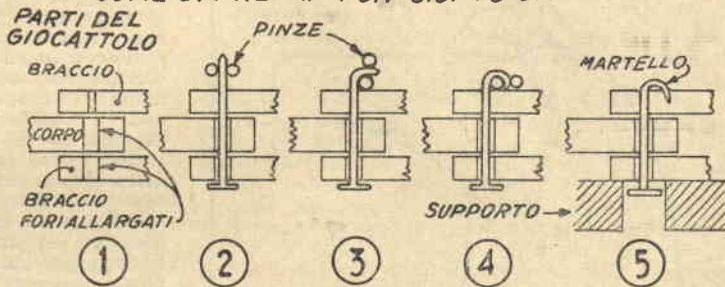

FIG. 2
I pattini — Questi sono di 65x24x2. Segateli e tagliate la linguetta di 0,5x0,5 lungo il bordo superiore di ognuno (fig. 2). Quindi serrateli insieme nella morsa e tagliate contemporaneamente in ambedue la curva della base, le finestre per le ali e le mortase.
c) *Giunti laschi* — Per fare giunti laschi, destinati ad unire parti che debbano muoversi liberamente intorno ad un chiodo sottile che faccia da perno, trapanate un forellino attraverso le parti da unire. Poi allargate un po' questo foro, in modo che il chiodo possa entrarvi con buon giuoco, lasciandolo però inalterato nell'ultima parte, che dovrà essere attraversata dalla punta (fig. 2 - part. 1).